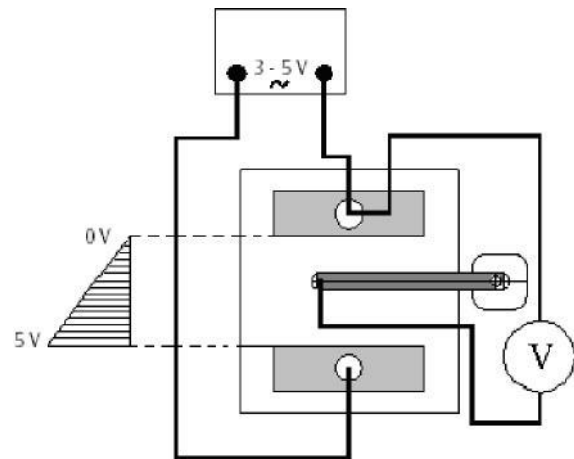

Fig. 1 Montaje del experimento
- Colocar la cubeta sobre una hoja de papel milimetrado y montar el arreglo experimental de acuerdo con la Fig. 1.